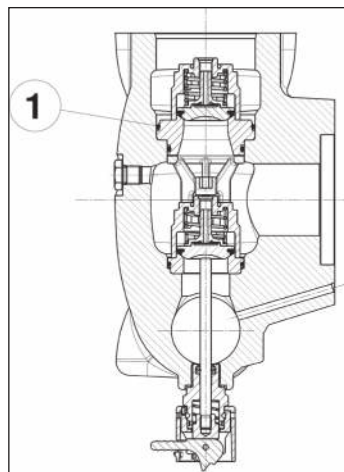

Fig. 111
Prestare particolare attenzione all'inserimento dell'O-ring indicato in pos. ①, Fig. 111. Si consiglia l'utilizzo dell'attrezzo cod. 27516000 (nelle versioni con Ø Pistone: 40 - 45 - 50) o cod. 27516100 (nelle versioni con Ø Pistone: 55 - 60 - 65) per evitare che l'O-ring possa tagliarsi durante l'inserimento.